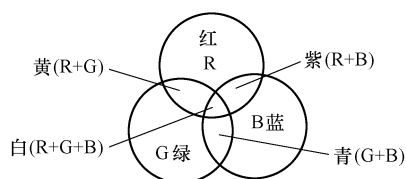

图 4-65 混色相加图
如图 4-65 所示是混色相加图，图中三个圆分别表示红 (R)、绿 (G) 和蓝 (B) 三种基色，从图中可以看出